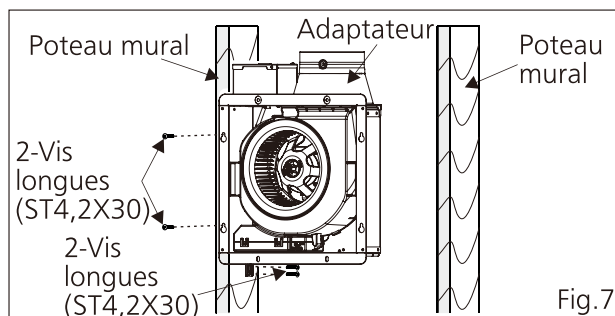

Fig.7
2. Fixez la collerette du cadre au poteau mural au moyen de 2 vis longues (ST4,2x30), puis fixez le bras de suspension au poteau mural au moyen de 2 vis de même type (ST4,2X30). (Fig.7)
- ⚠ L'adaptateur doit être installé à la verticale. (Fig.7)